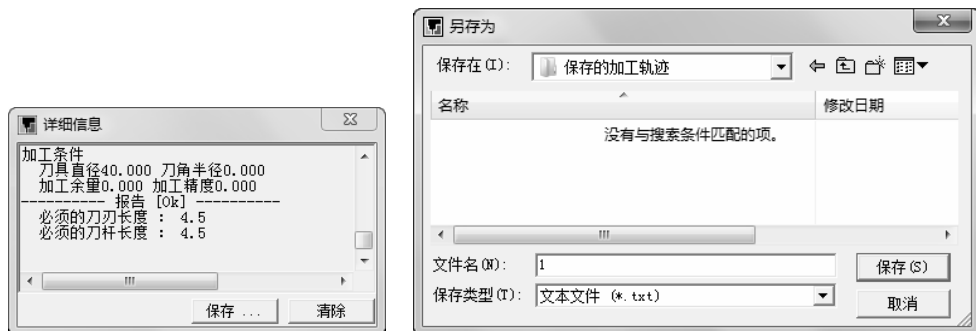

图 2-124 保存结果
5) 仿真检查无误后, 可以保存加工轨迹。当仿真加工结束后, 系统会自动弹出“详细信息”对话框, 单击“保存”按钮, 即可保存粗加工和精加工轨迹, 如图 2-124 所示。